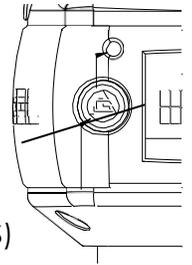

Abb. 12A. Schwebemodus-Taste - Schiebegriff.
12.1 Der Schwebemodus kann durch einfaches Drücken der G-Force® Logo-Taste auf der linken Seite des Griffs aktiviert werden (**Abb. 12A**). Nachstehend finden Sie eine einfache Übung, die Sie ausführen können, wenn Sie mit der Schwebefunktion nicht vertraut sind. (Diese Übung geht davon aus, dass ein Schiebegriff am Seil verwendet wird).